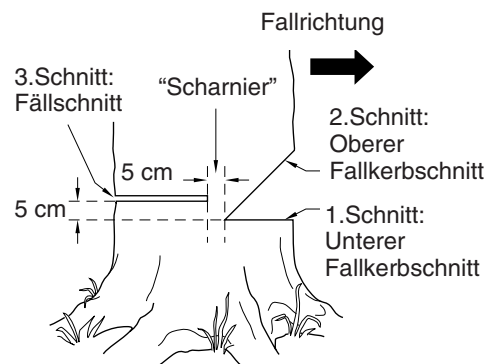

Abb.13 - Fällen eines Baums
Ein vorschriftsmäßig angebrachter Fallkerb kann im voraus die Richtung bestimmen, in die der Baum fallen wird. Der Fallkerb muß an der Seite der Fallrichtung des Baumes geschnitten werden (siehe Abb.13). Die folgenden Anweisungen zum Anbringen eines Fallkerbs befolgen:
1. Der untere Schnitt des Fallkerbs sollte möglichst nahe am Boden vorgenommen werden. Sägeschwert waagrecht halten. Den Baumstamm zu 1/3 seines Durchmessers einschneiden (siehe Abb.13). **Hinweis:** Diesen waagrechten Fallkerbschnitt stets zuerst ausführen. Wird er als zweiter Schnitt ausgeführt, so kann der Baumstamm die Sägekette oder das Schwert einklemmen.
Beispiel: Wenn der untere Schnitt des Fallkerbs 20 cm tief ist, sollte der Ansatz des zweiten Schnitts 20 cm über dem ersten Schnitt liegen. In einem 45°-Winkel schräg nach unten schneiden. Der obere Schnitt muß das Ende des unteren Schnitts erreichen (siehe Abb.13).
1. Den Fällschnitt 5 cm über der Ebene des ersten Fallkerbschnitts auf der gegenüberliegenden Baumstammseite ausführen (siehe Abb.13). Der Fällschnitt sollte parallel zum ersten Fallkerbschnitt verlaufen.
⚠ ACHTUNG: Den Baumstamm nicht vollständig durchschneiden. Ein etwa 5 cm dickes Stück des Baumstamms direkt hinter dem Fallkerb stehen lassen (siehe Abb.13). Dieses Stück wirkt wie ein Scharnier. Es verhindert, daß sich der Baum beim Fallen verdreht und in die falsche Richtung fällt.